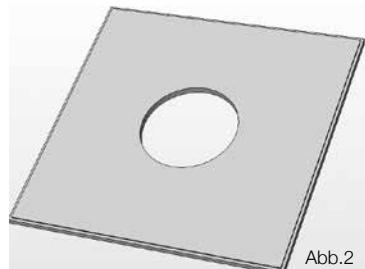

Abb.2
2. Schneiden Sie mit einer Stichsäge das Loch in die Deckenplatte. (Abb.2)